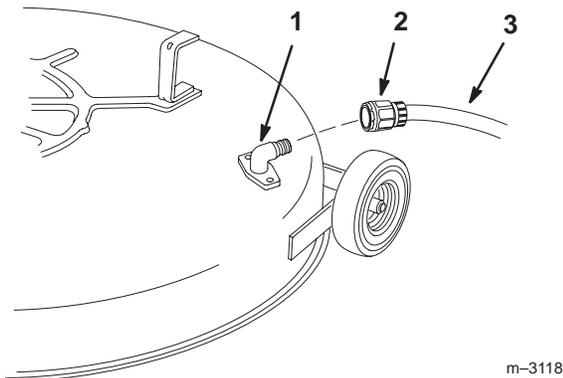

Figure 53
2. Vissez le raccord de lavage à l'embout de lavage du carter de tondeuse et ouvrez l'eau en grand (Fig. 53).